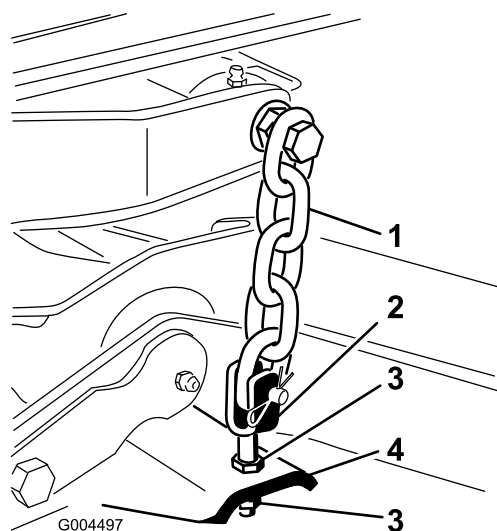

图24
8. 调节将剪草机轭/链条固定到剪草机的锁紧螺母直至剪草机达到水平 图24。
7. 调节固定剪草机轭/链条的锁紧螺母以升高剪草机的后部以使刀片间距设定到 8mm 图24。